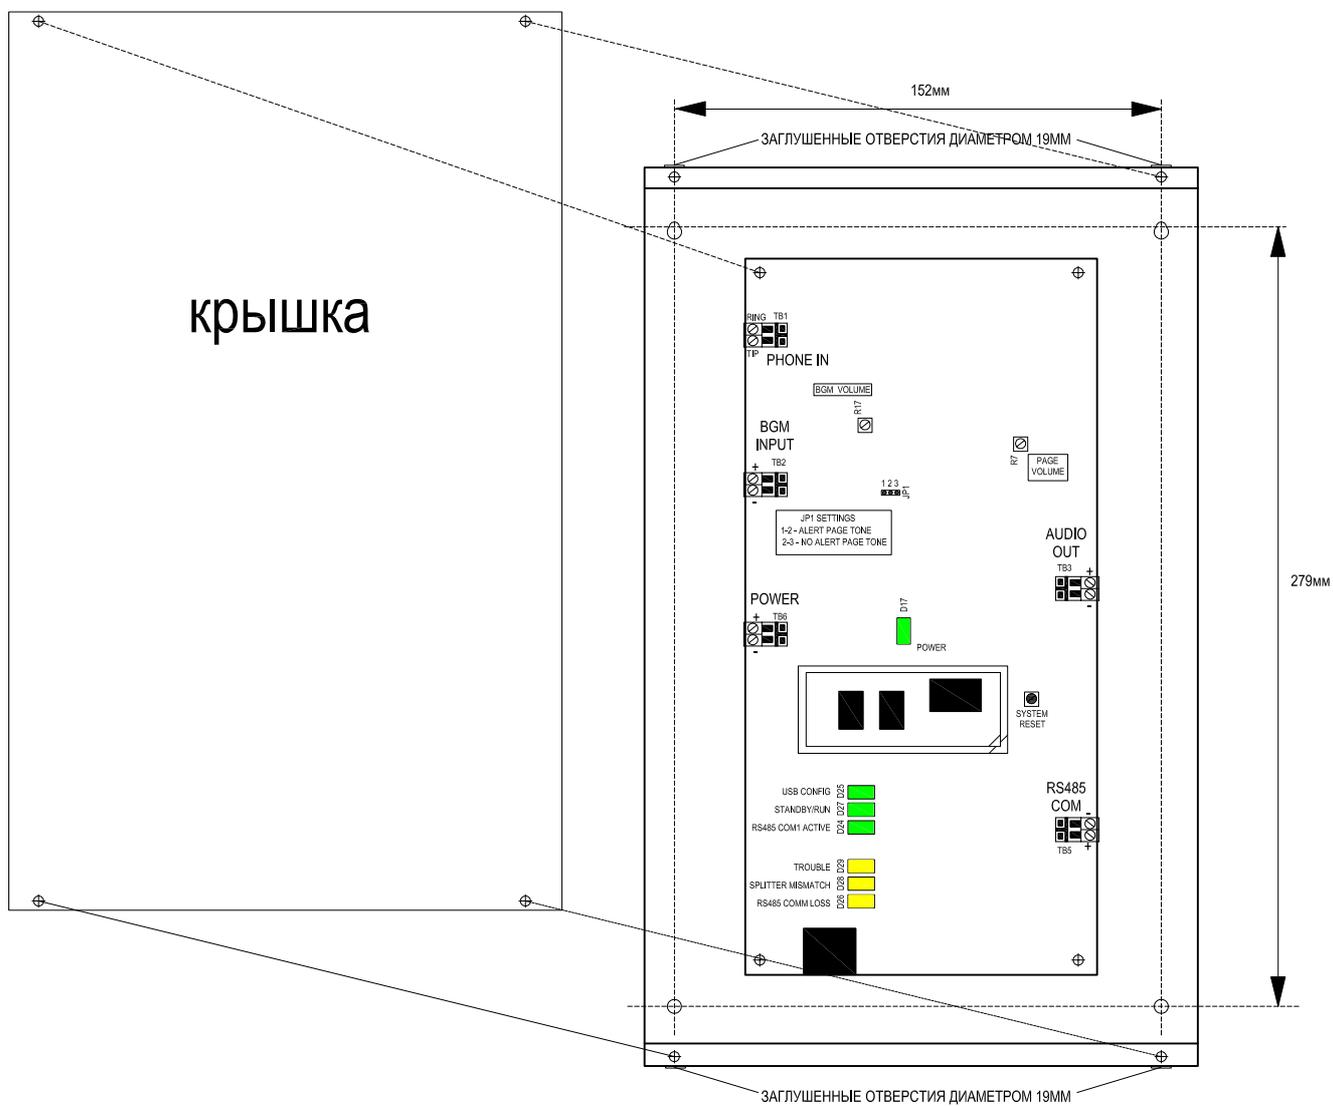

Рис. 4. Схема установки контроллера SP4-TZC
Выполните следующие шаги, используя Рис.4:
3) Установите на корпус контроллера SP4-TZC защитную крышку и закрепите ее 4-мя шурупами (см. Рис. 4)